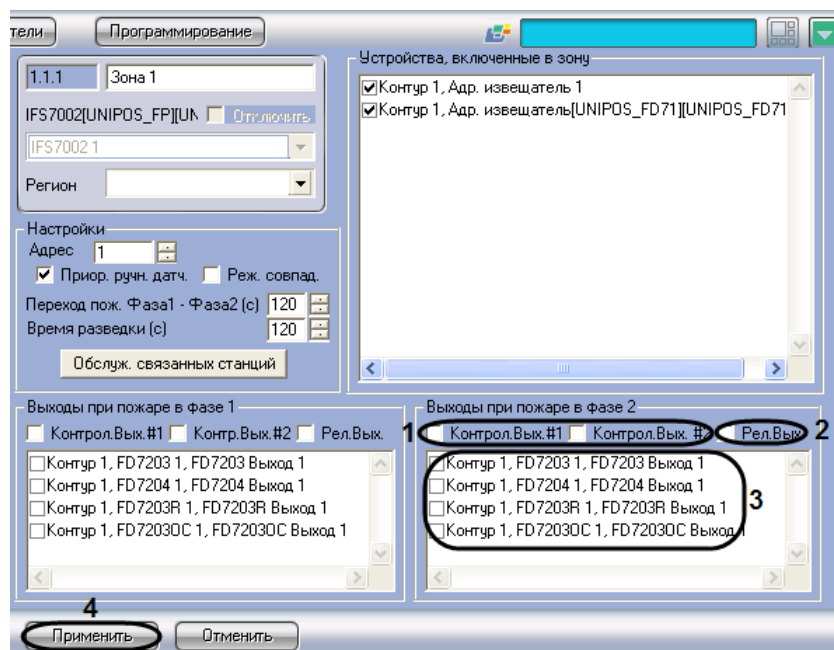

Рис. 3.7-7 Настройка выходов, задействованных при пожаре второй степени
1. Перейти на панель настройки объекта **Зона** (Рис. 3.7-7).
2. В случае, если при пожаре второй степени требуется задействовать исполнительные устройства, подключенные к контрольным выходам станции *IFS7002*, установить флажки напротив требуемых контрольных выходов (см. Рис. 3.7-7, 1).
3. В случае, если при пожаре второй степени требуется задействовать исполнительные устройства, подключенные к релейному выходу станции *IFS7002*, установить флажок **Рел.Вых** (см. Рис. 3.7-7, 2).
4. В случае, если при пожаре второй степени требуется задействовать исполнительные устройства, подключенные к выходам адресных модулей, установить флажки напротив требуемых выходов (см. Рис. 3.7-7, 3).
5. Для сохранения настроек во внутренней базе данных Сервера *Интеллект* нажать кнопку **Применить** (см. Рис. 3.7-7, 4).